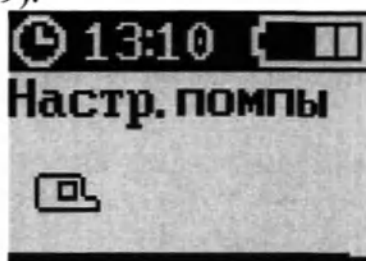

Рисунок 129 – Экран «НАСТР.ПОМПЫ»
2. Кнопками «ВВЕРХ» и (или) «ВНИЗ» выбрать пункт меню «НАСТР.ПОМПЫ» (рисунок 129).